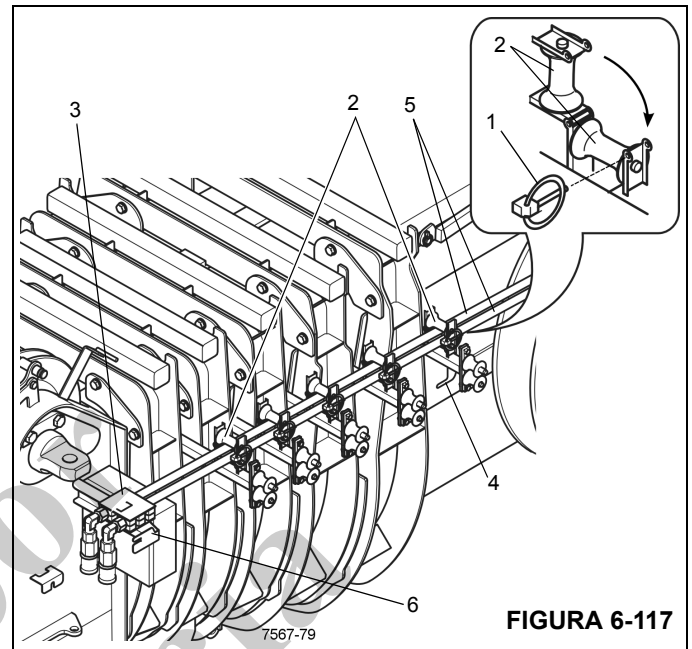

FIGURA 6-117
2. Retire los pasadores abisagrados (1) (Figura 6-117) y pliegue las poleas guía (2).
3. Retire la protección contra tirones (3) de su escuadra de montaje de la pluma principal (4) y tire de las mangueras hidráulicas (5) hacia la punta de la pluma.
4. Enganche la protección contra tirones en la escuadra de montaje de la punta de la pluma principal (6).
5. Baje las poleas guía (2) y asegúrelas con los pasadores abisagrados (1).